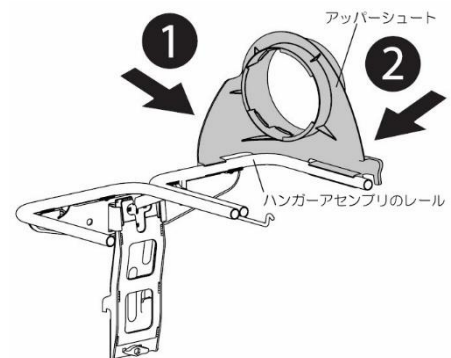

図8
1. まず、図8に示されているように、ハンガーアセンブリのレールにアッパーシュートのクリップをはめ込み(1)、大まかな位置決めをします。
2. 図8に示されているように、アッパーシュートのホースが差し込まれる面をレールに固定します(2)。